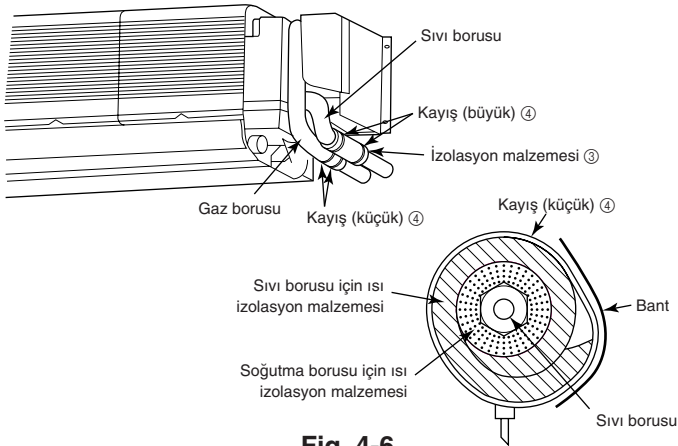

Fig. 4-6
4.4. Soğutucu tesisatı işleri (Fig. 4-6)